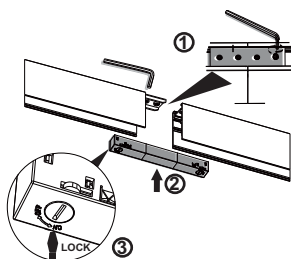

Figure 10
5. Un assemblage en rangée droite continue peut être réalisé en connectant les deux rails avec LAA-SUSSUR-CM01. Serrez les vis sur LAA-SUSSUR-CM01, à l'aide de la clé hexagonale fournie. Insérez également le connecteur de joint LAA-U-CE01. Tournez le verrou de la position OFF à la position ON avec un tournevis à tête plate (Figure 10).